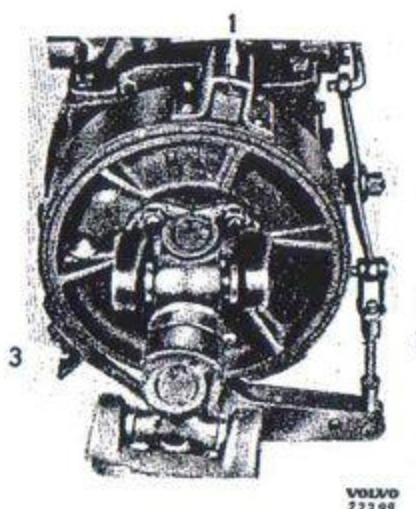

Bild 124. Handbroms.
Handbromsen, bild 124, är av typ bandbroms med bromstrumman anbringad på en medbringare på växellådan. Den påverkas av bromsspaken medelst dragstång och hävarm.
Bromsbandet ställs in så att spelet mellan bromobelägg och bromstrumma blir 0,8–1 mm. Inställningarna skall ske i den ordning som anges på bild 124.
- Demontera bromsbandets ledbultar. Skruva ur justerskruven (1 bild 124). Dra bromsbandet bakåt, vrid och dra fram det.